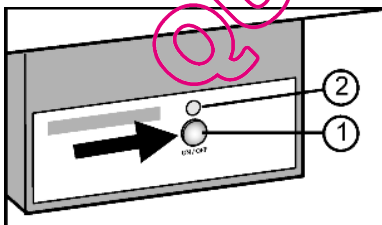

Fig. 10
- ▶ Appuyer sur la touche On/Off Fig. 10 (1) afin que la DEL Fig. 10 (2) s'allume.